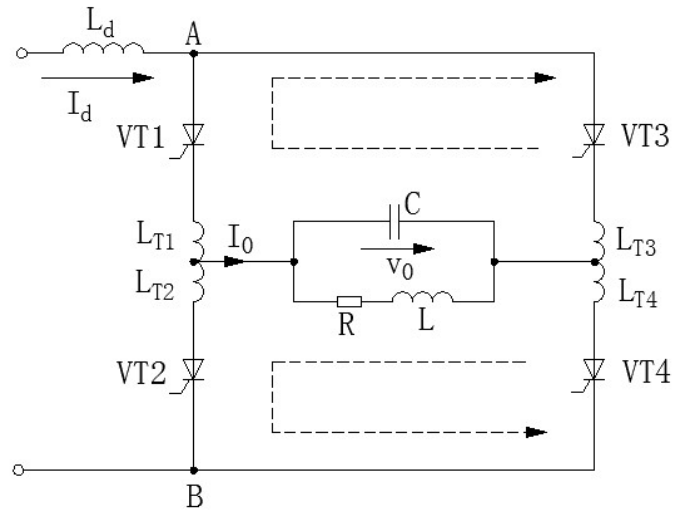

Figura 4-2 Inversor de puente completo de corriente monofásica
- (2) Circuito inversor de tipo corriente El inversor de puente completo de tipo corriente se muestra en la Figura 4-2, y su circuito tiene las siguientes características: